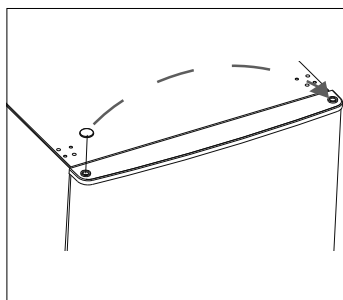

Fig. 6
- ▶ Rimuovere il tappo cieco del perno della cerniera sul lato sinistro della porta del vano congelatore e inserirlo nel foro sul lato destro (vedere la **fig. 6**).
- ▶ Successivamente, sollevare la porta del vano del congelatore (2) e rimuoverla, quindi posare la porta del vano del congelatore (2) su una superficie morbida, per proteggerla dai graffi.